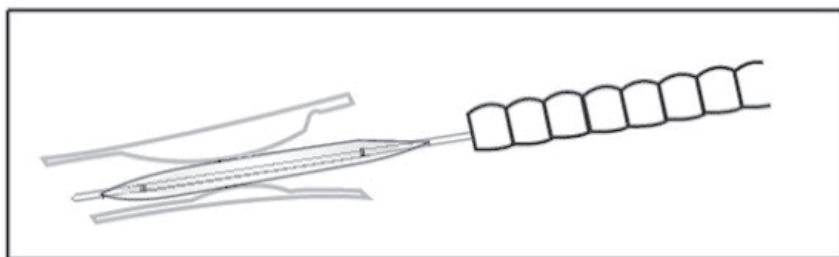

Abbildung 3
5. Führen Sie den Ballon in den Arbeitskanal des Endoskops ein und bewegen Sie ihn, bis er die Striktur durchquert hat. Fahren Sie mit dem Ballon fort, bis die gewünschte Position erreicht ist. Die Position kann mit Hilfe der röntgenopaken Marker durch Fluoroskopie verifiziert werden (siehe Abbildung 3).